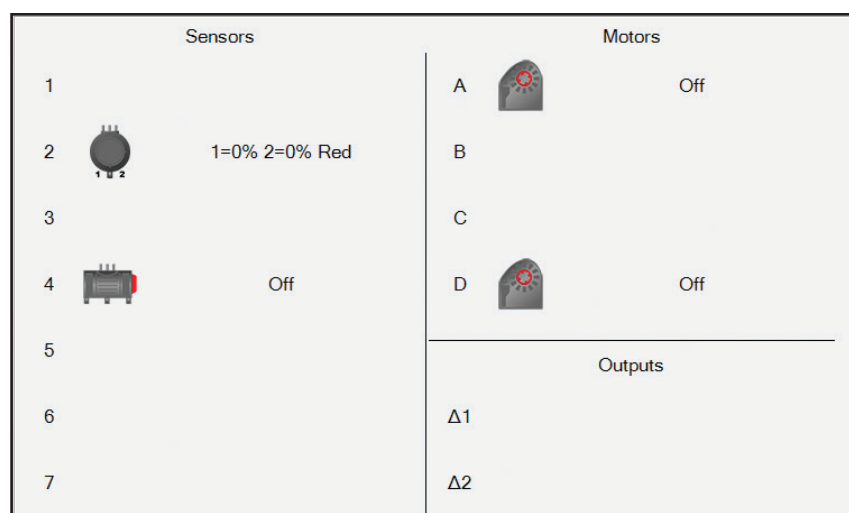

Figure 1 : Capteur de lumière Port 2, Bouton-poussoir Port 4, Moteur de droite : Port D, Moteur de gauche : Port A
- Les ports réservés soit à la connexion des moteurs, soit à celle des capteurs doivent être connus pour programmer correctement le modèle. Après avoir connecté le câble USB au boîtier de commande et cliqué le bouton « Connect [Connecter] » dans la barre de menu supérieure, vous devez dans le panneau I/O [E/S] voir les icônes représentées sur la Figure 1.